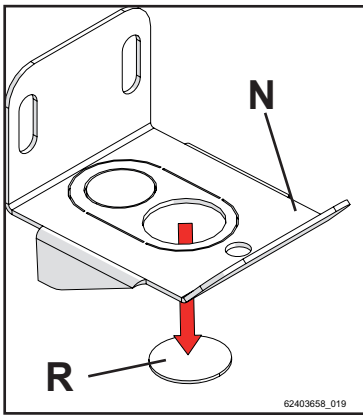

Figure 5-68
- 4.- Retirer le disque prédécoupé « R » de l'étrier de fixation « N », comme indiqué sur la Figure 5-68;